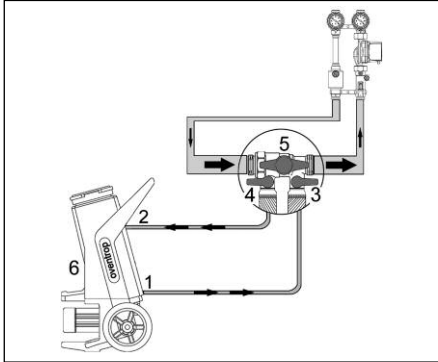

Abb. 6.9 Befüllen über Befüll- und Spülarmatur
1. Schließen Sie die Befüll- und Spülarmatur einerseits an der Solarstation und andererseits an der Befüllstation an (Abb. 6.9). Dabei unbedingt die Durchflussrichtung der Förderpumpe beachten!